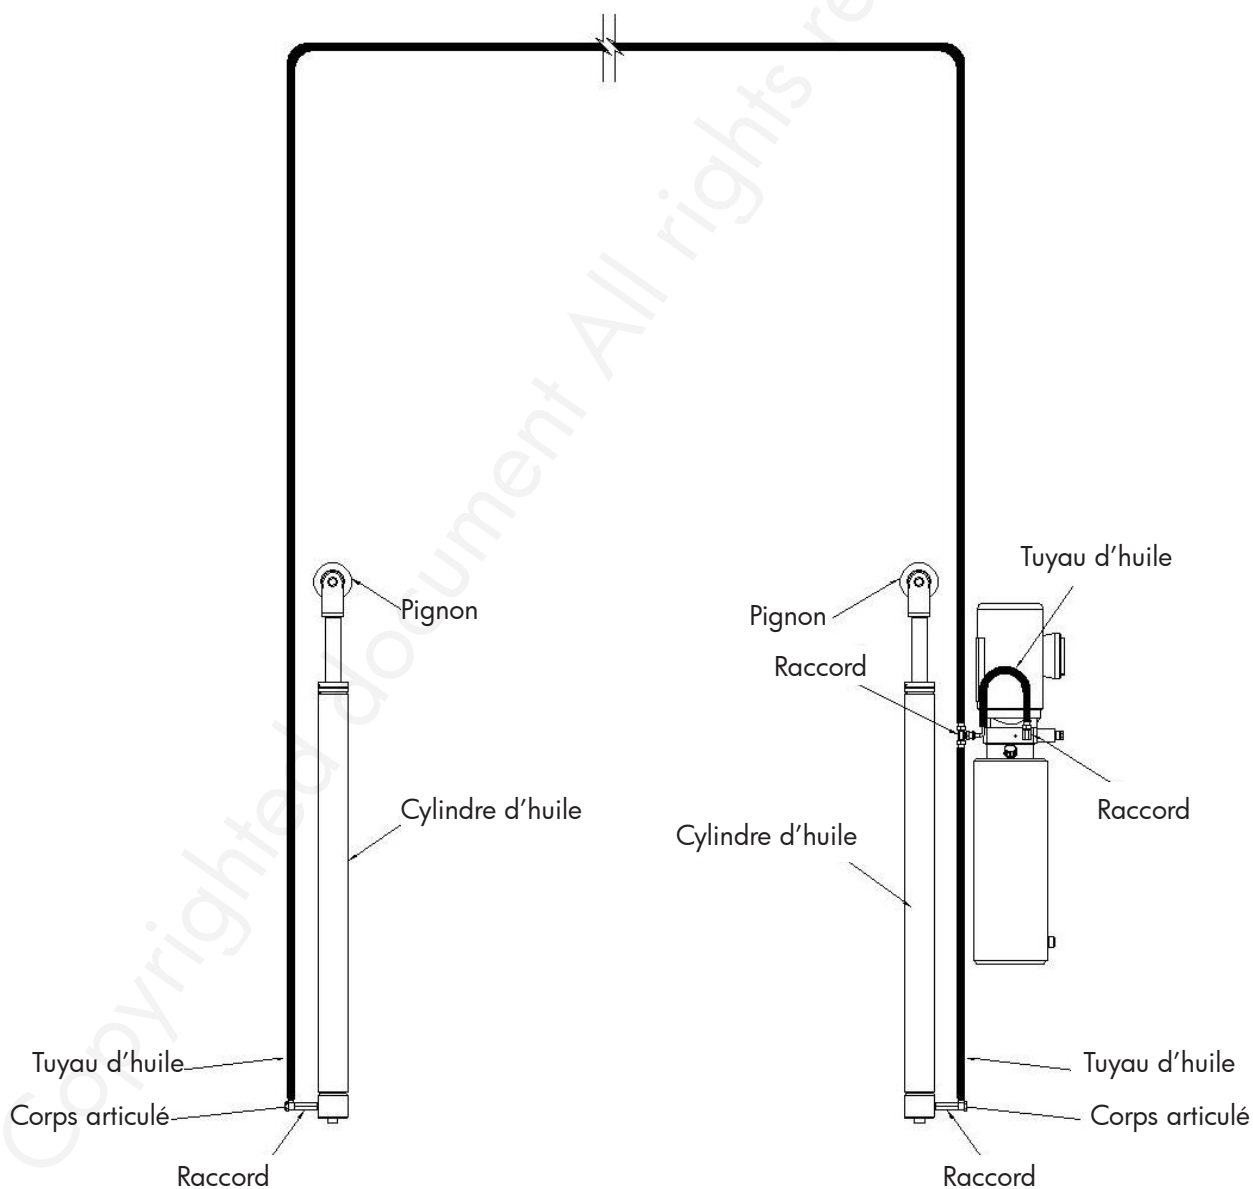

Fig. 9
- 8. Branchez les tuyaux d'huile suivant le schéma (**fig. 9**).